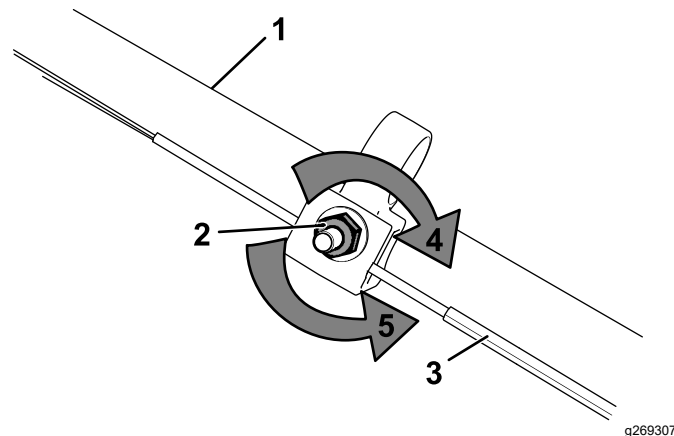

Figura 27
- Girate il dado di regolazione in senso antiorario per allentare la regolazione del cavo (Figura 27).
- Regolate la tensione del cavo (Figura 27) tirandolo indietro o spingendolo in avanti e mantenendo quella posizione.